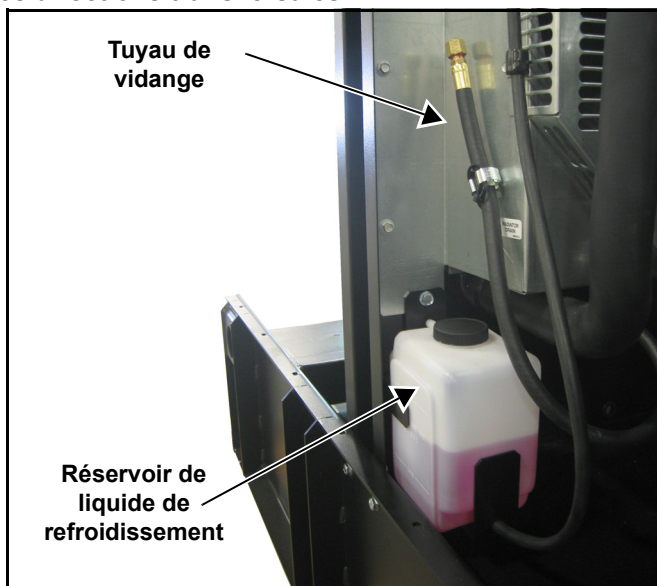

Figure 5-9. Réservoir de trop-plein de liquide de refroidissement et tuyau de vidange
1. Vérifiez si le niveau du liquide de refroidissement se trouve entre les marques HOT (chaud) et COLD (froid) sur le réservoir de trop-plein. Voir Figure 5-9.